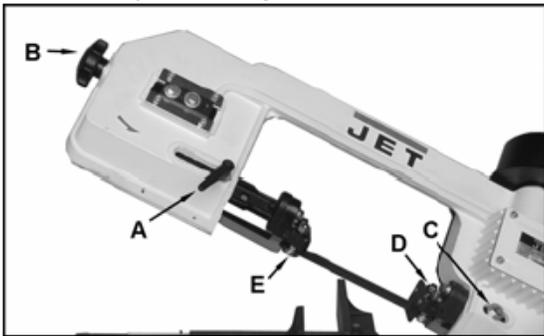

Рис.8
Вращайте ручку натяжения полотна (В, Рис.8), пока не достигнете необходимого натяжения.
Ослабьте направляющую рукояткой (A, Рис.8) и переместите опорный узел (E) как можно ближе к отрезаемой заготовке.
Ослабьте гайку (C, Рис.8) и переместите опорный узел (D) как можно ближе к отрезаемой заготовке.
Если Вы вращаете резьбовой штифт (B, Рис.8) по часовой стрелке, ленточное полотно подходит к буртику шкива.